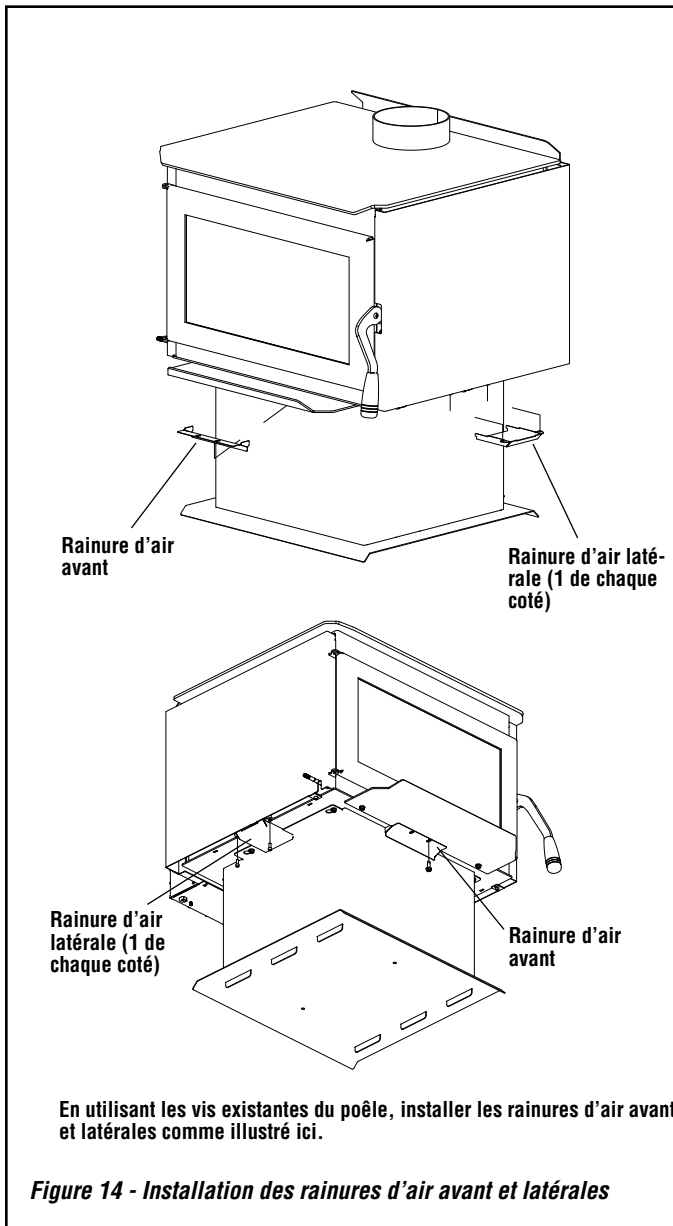

Figure 14 - Installation des rainures d'air avant et latérales
5. **Installer les rainures d'air avant et latérales** - Installer les rainures d'air avant et latérales en suivant les instructions de la **figure 14** à la **page 13**.